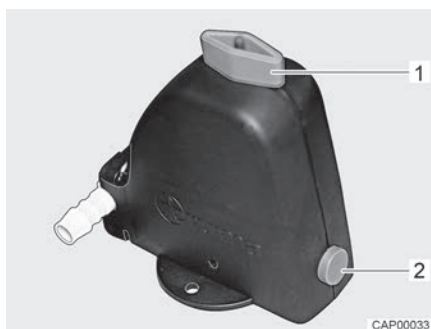
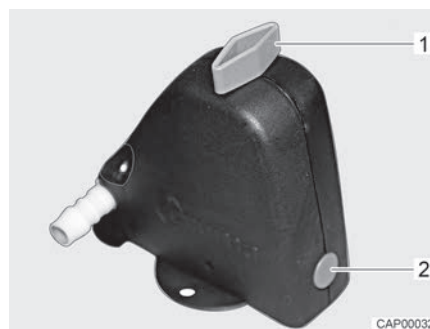

Bild 139 Sicherheits-/Ablassventil geöffnet
Bild 140 Sicherheits-/Ablassventil geschlossen
- Sicherheits-/Ablassventil schließen. Dazu Drehknopf (Bild 139,1) quer zum Sicherheits-/Ablassventil drehen und Druckknopf (Bild 139,2) hineindrücken. Das geschlossene Sicherheits-/Ablassventil ist in Bild 140 dargestellt. Bei Temperaturen unter 6 °C lässt sich das Sicherheits-/Ablassventil nicht schließen.